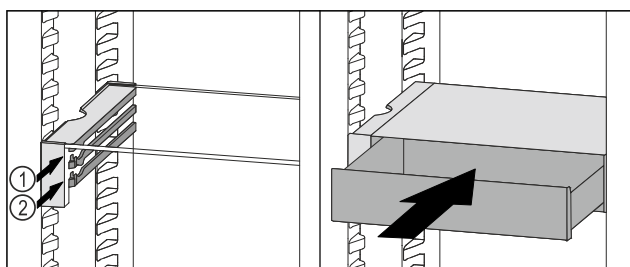

Fig. 70
- ▶ Sæt VarioSafe-skuffen ind bag stoppene på den ønskede ribbe Fig. 70 (1) eller Fig. 70 (2).